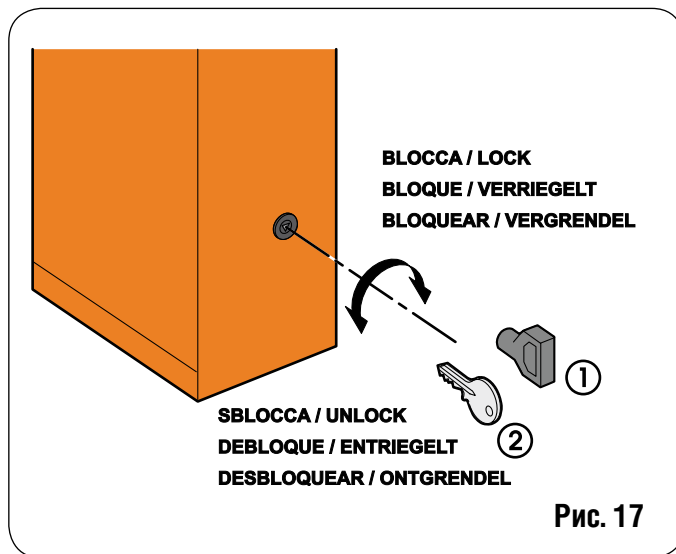

Рис. 17
- Настройте кулачки концевиков, ослабив два винта, как показано на рис.17. Для увеличения угла торможения передвиньте кулачок к концевому выключателю. Для уменьшения угла замедления передвиньте от концевого выключателя.